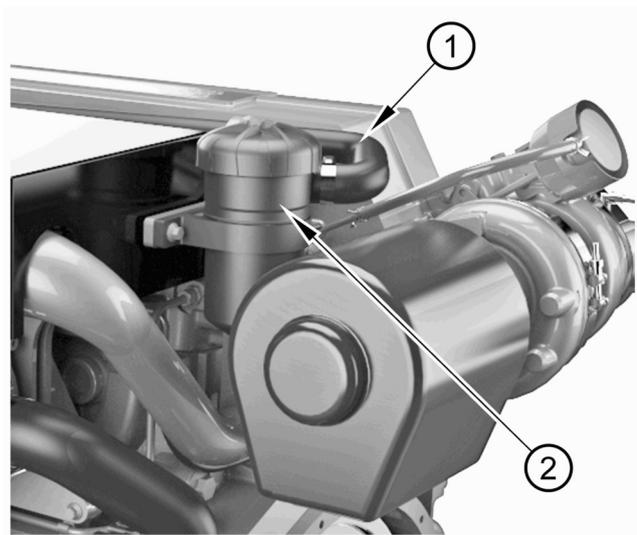

Abbildung 23
Vorsicht: Setzen Sie beim Abnehmen des Schlauchs (Abbildung 23 Nummer 1) vom Lüfterauslassrohr nicht zu viel Kraft ein.
1. Nehmen Sie den Schlauch (Abbildung 23 Nummer 1) vom Gehäuse des Motorlüfters (Abbildung 23 Nummer 2) ab.